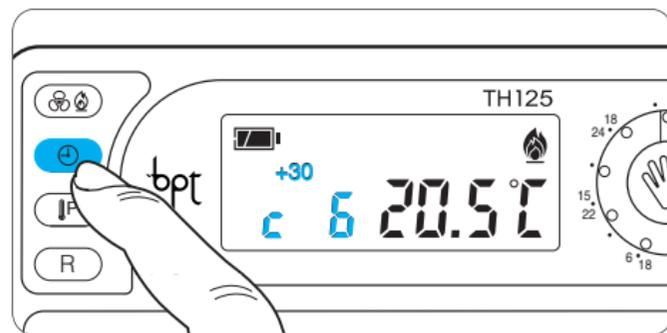

Fig. 46
14.4 - Premere entro 5 s il pulsante \oplus (fig. 46) per inserire il tempo di ritardo di 15, 30, 45 min o annullare l'impostazione effettuata. Se si desidera, per esempio, avere una temperatura di comfort alle ore 7.00 possiamo attivare l'impianto alle 6.30.